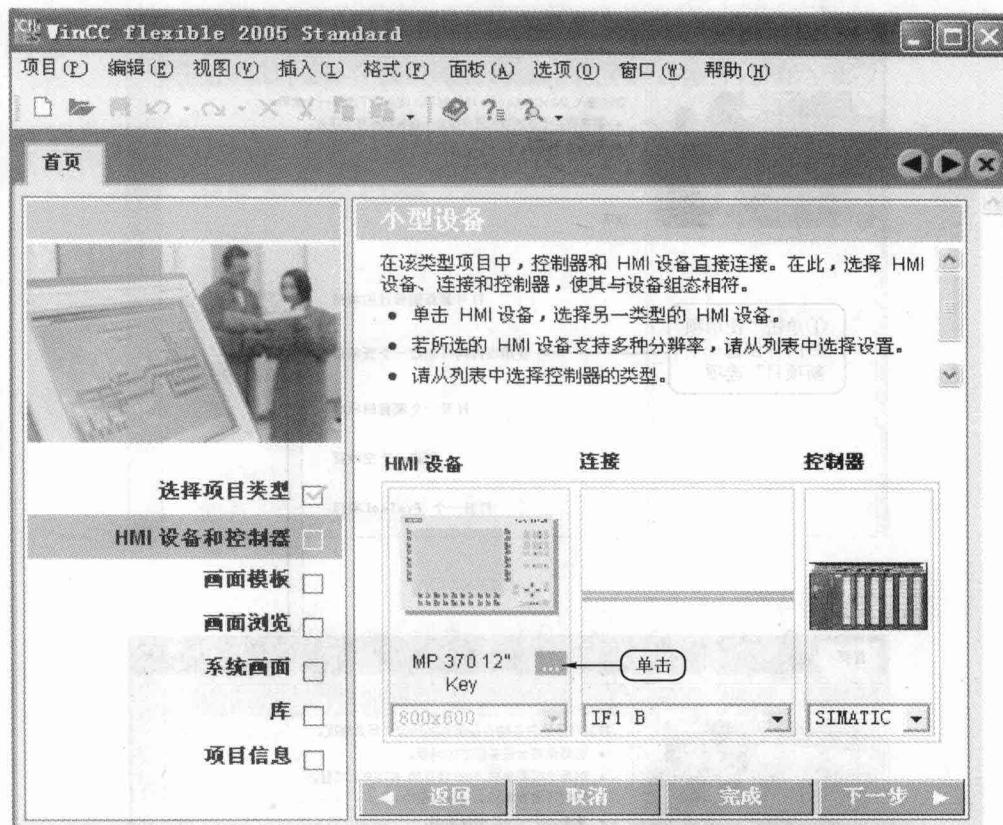
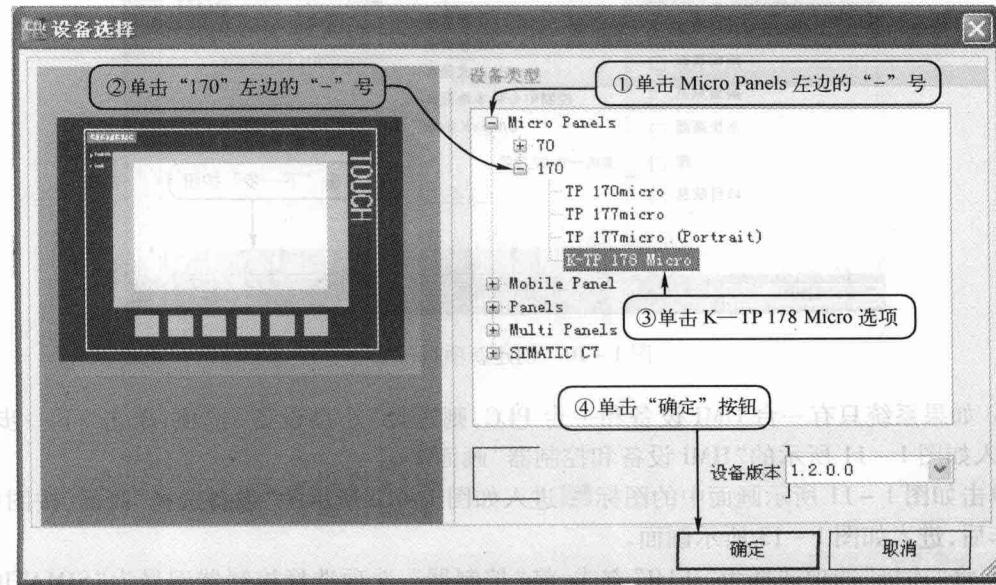

图 1-11 “HMI 设备和控制器”画面
图 1-12 选择 HMI 设备画面
③如果系统只有一台 HMI 设备和一台 PLC，则选择“小型设备”选项，单击“下一步”按钮，进入如图 1-11 所示的“HMI 设备和控制器”画面。
单击如图 1-11 所示画面中的图标进入如图 1-12 所示的“设备选择”画面，按图中步骤操作后，进入如图 1-13 所示画面。